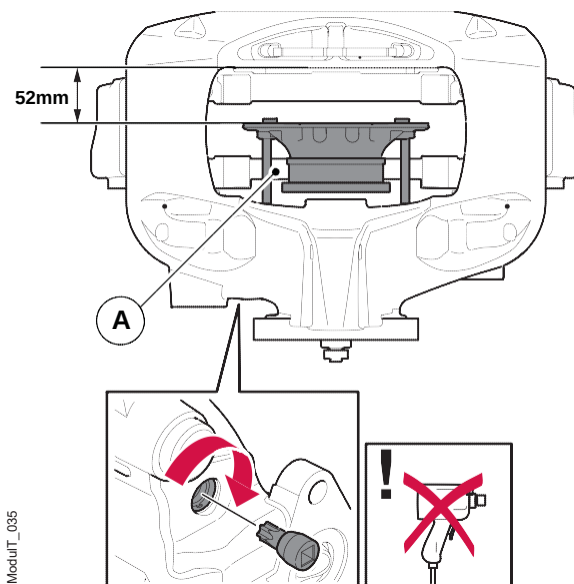

Figura 42. Extraia a placa de encosto
2. Usando a ferramenta especial Haldex P/N 95232 (Torx 55) "Ferramentas", gire manualmente o eixo de reajuste no sentido horário para extrair a placa de encosto (A). Continue extraíndo até que a placa de encosto se desparafuse completamente e se solte do fuso de ajuste. Consulte a figura 42.